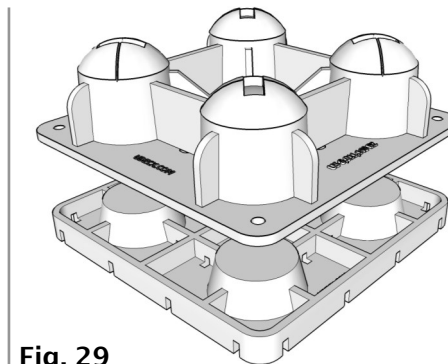
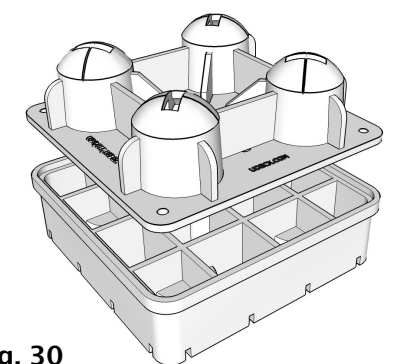

Fig. 29
Fig. 30
- 13.** Si usted decido instalar en un terreno inclinado o que no esta nivelado, los Shims de 1" (G) (Fig. 29) o los Risers de 3" (H) (Fig.30) pueden ser utilizados para elevar partes de su UDECX patio portatil y asi ayudar a a nivelar la superficie terminada. Solo coloque un Shim debajo del PIER (A), nivele y empiece a instalar siguiendo los Pasos 4 al 8 de este manual.